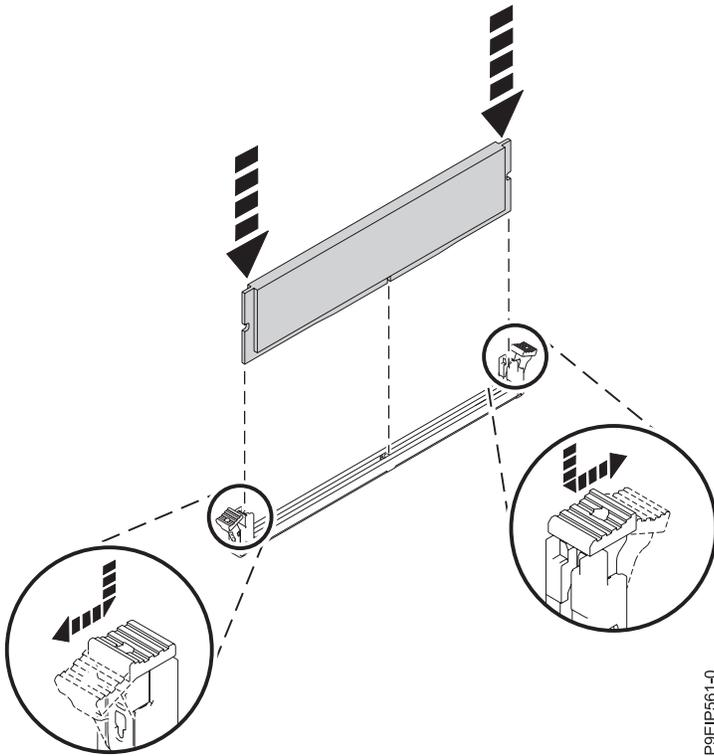

図 20. メモリー DIMM の挿入
- b. ロッキング・タブがカチッと音がして所定の位置にロックされるまで、メモリー DIMM の両端をしっかりと押し込みます (図 20 を参照)。